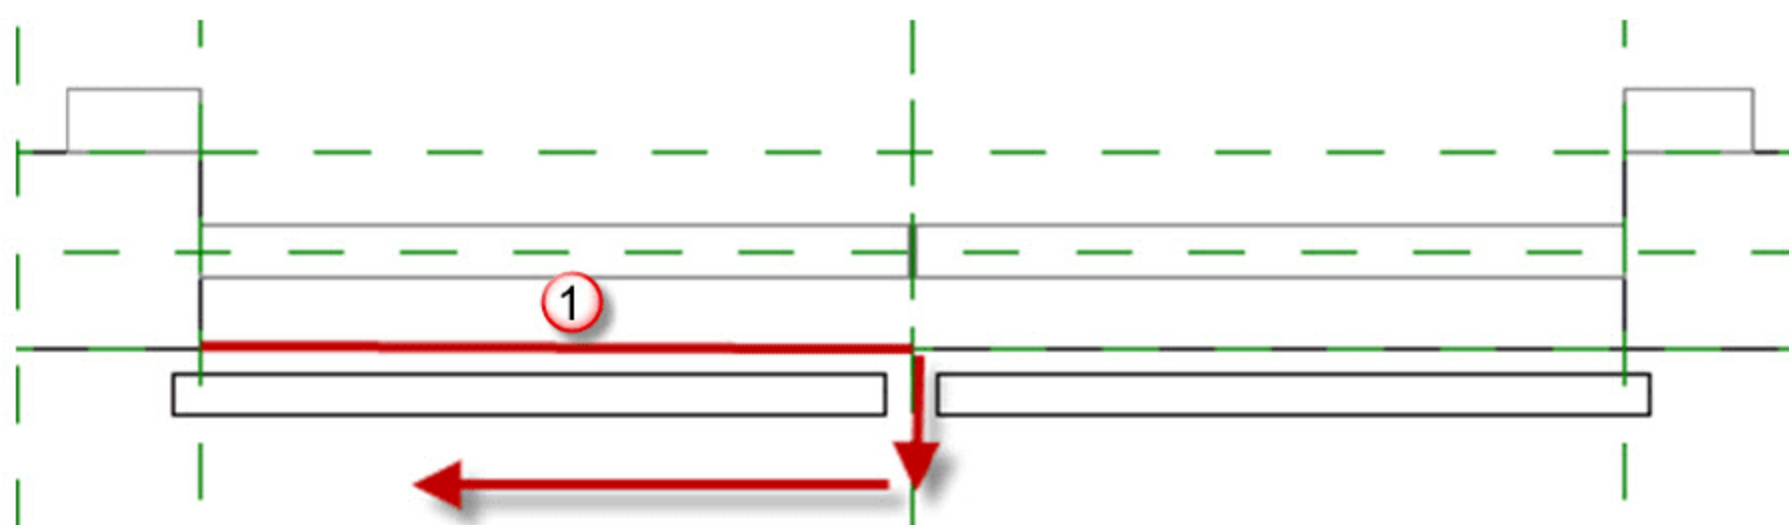

图 8.4.18 绘制电梯门平面图
(14) 绘制电梯门平面图。切换至“参照标高”平面，选择“注释”→“符号线”命令，分别选择绘制方式和子类型为“直线”和“门投影”。以图 8.4.18 中的①线为基准绘制出矩形，接着选中该矩形，按快捷键 M+V，按照红色箭头的方向先竖直向下移动 20mm，再次选中该矩形并按快捷键 M+V 向左移动 20mm，最后按两下快捷键 M，以正中间的辅助线为中间线复制生成另一个矩形，完成电梯门平面图的绘制，如图 8.4.18 所示。